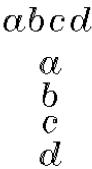

图 6-4 垂直标注
- 3) “垂直”复选框：确定文本是水平标注还是垂直标注。此复选框选中时为垂直标注，否则为水平标注，如图6-4所示。